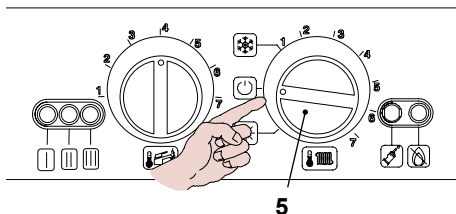

рис. 7.12
- Чтобы выйти из меню программирования, поверните переключатель 5, как показано на рис. 7.12.
ния, поверните переключатель 5, как показано на рис. 7.12.